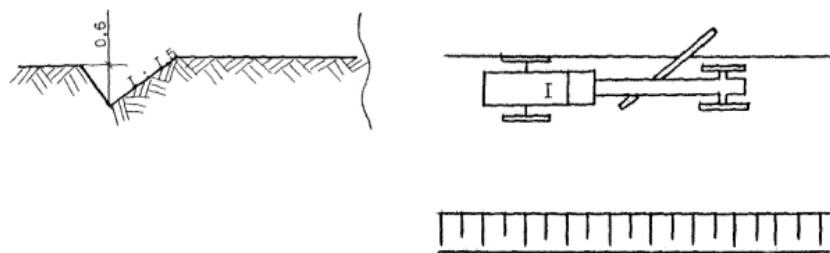

Рис. 5
11. На технологической схеме (рис. 5) представлено